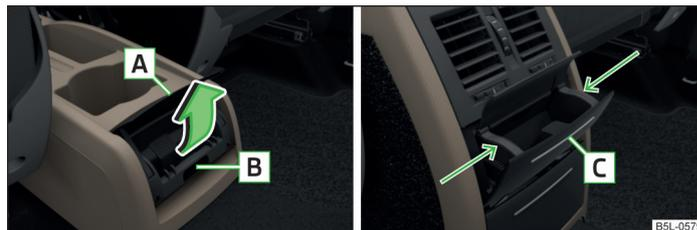

Fig. 63 Cenicero trasero: consola central baja / consola central alta
- > Agarre la tapa del cenicero por el borde  y ábrala en el sentido de la flecha » fig. 63.
- > Agarre el cenicero por el tirador  » fig. 63 y extraígalo hacia arriba. ▶
► Presione la parte superior de la tapa del cenicero en la zona **C** » fig. 63.
► Agarre el suplemento de cenicero por la zona de la flecha » fig. 63 y extráigalo.